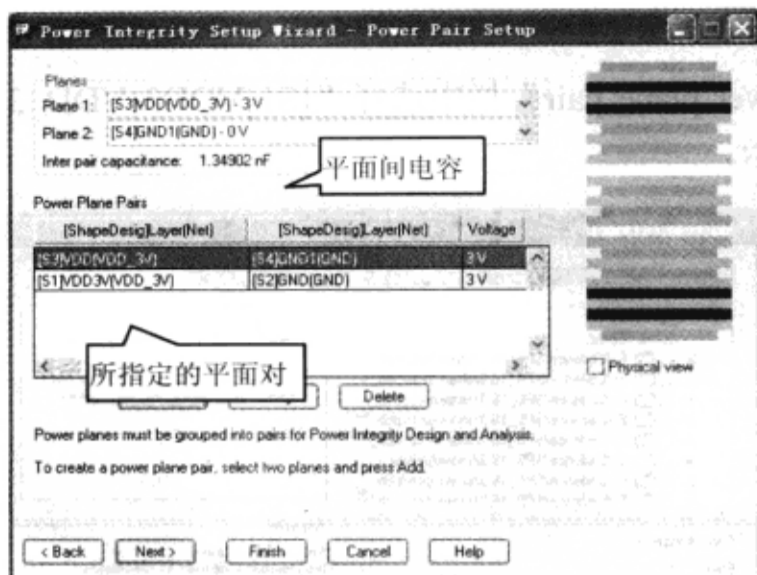

图 8-8-23 指定平面对
(5) 单击“Add”按钮指定平面对, 注意到平面对之间的电容是 1.34902nF, 如图 8-8-23 所示。